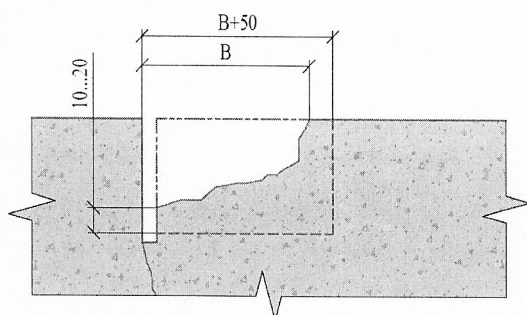

Рис.2
- Разметить границы ремонта прямыми линиями с захватом неразрушенного слоя бетонных полов на 3 - 5 см (рис.2).